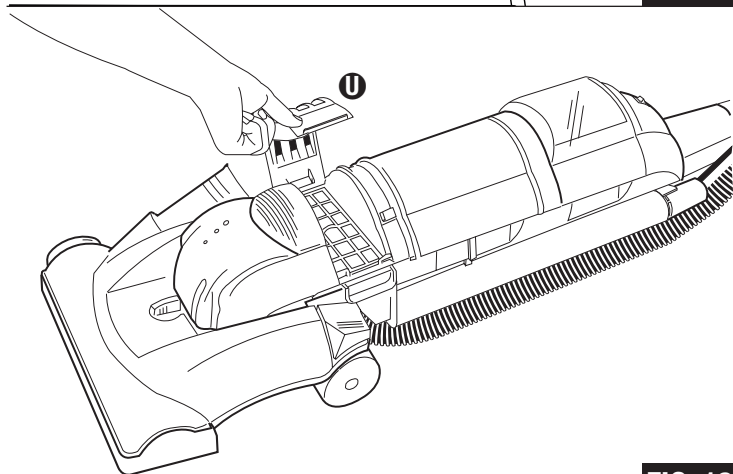

FIG. 19
Step 1: Remove the bottom filter cover **U** by grasping the right edge and pivoting to the left (FIG. 19).
Étape 1 : Enlevez le couvercle du filtre du bas **U** en saisissant le côté droit et en le pivotant vers la gauche (FIG. 19).
Paso 1: Quite la tapa del filtro de abajo **U** tomándola del borde derecho y abriéndola hacia la izquierda (FIG. 19).